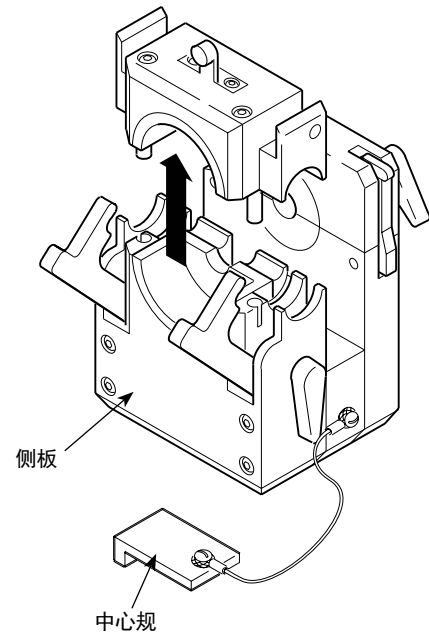

图 23 拆下侧板上部
3. 转正夹具块，拆下 CWS-5FSP2 侧板的上部。参考图 23。